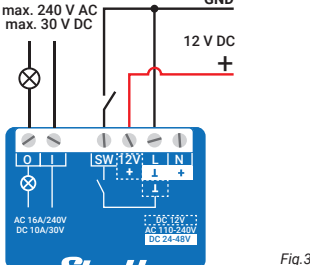

Fig. 3/ Abb. 3/ Imagen 3/ Image 3
**Wenn Sie eine konstante 12 V Gleichstromversorgung verwenden (Abb. 3),** verbinden Sie das +Kabel mit der 12V+ Klemme und GND mit der L-Klemme des Geräts.